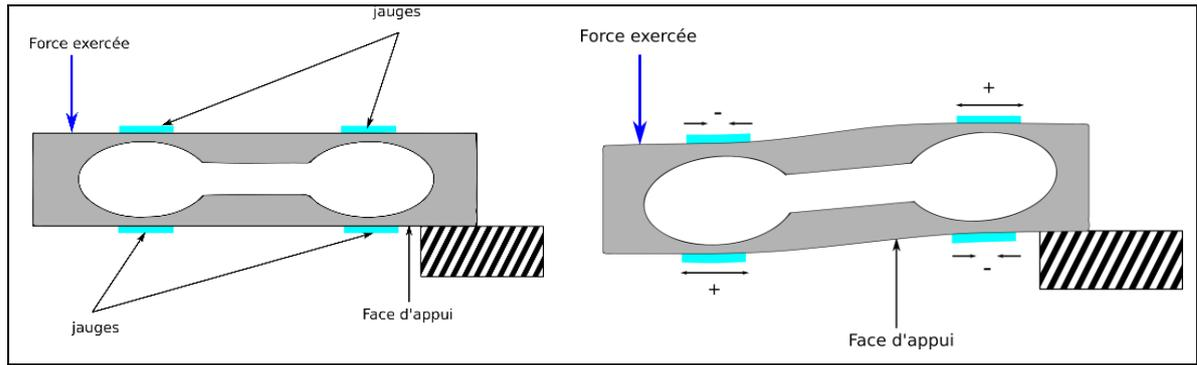

Figure 1 : Corps d'épreuve déformable et positions des 4 jauges des contraintes
Le plateau de la balance présentée permet l'acquisition de la masse d'un objet grâce au capteur de force fixé entre les deux cadres composant ce plateau. Le capteur de force permet de mesurer dans le cas de la balance présentée, une masse maximale de 100 kg et minimale de 10 g. Le capteur de force utilisé est constitué d'un corps d'épreuve déformable sur lequel sont disposées quatre jauges de contraintes (voir *Figure 1*).
1. Que représente la flèche F sur la Figure 1 ?
2. Expliquer alors la signification du signe donné pour chaque jauge sur la deuxième partie de la Figure 1.